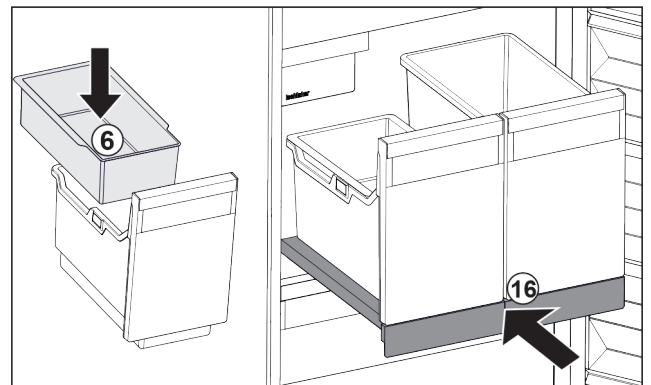

Fig. 111
- ▶ Colocar la bandeja suspendida *Fig. 111 (6)* para cubitos de hielo.
- ▶ Introducir el estante extraíble con recipiente (IceTower). *Fig. 111 (16)*